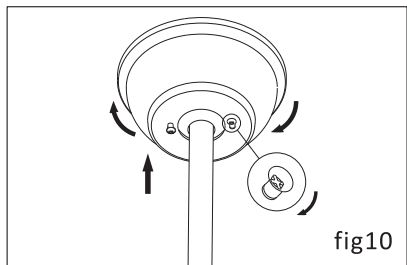

fig10
- 2) Fijar los tornillos firmemente. (fig10)